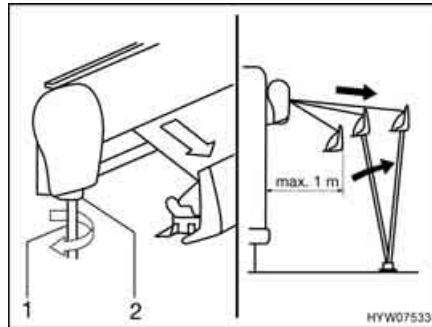

Fig. 31 Estrazione della tenda
- Inserire la manovella (Fig. 31,1) nel supporto a baionetta (Fig. 31,2) della tenda e girarla in senso antiorario. La tenda si apre dopo un paio di rotazioni.